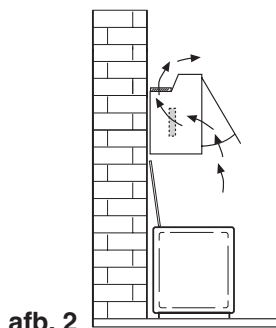

afb. 1
- De lucht wordt met behulp van een op de afvoeropening aan te brengen buis naar buiten afgevoerd. **Afb. 1.**